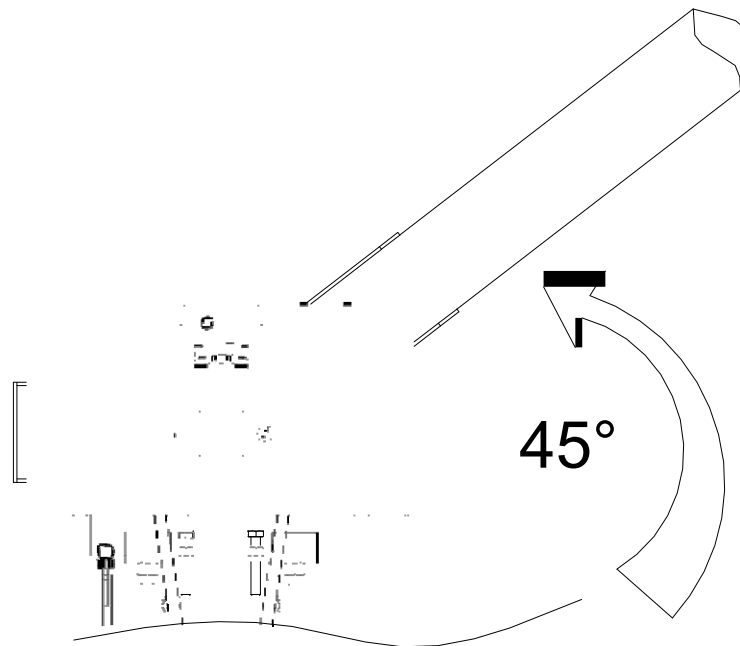

Fig. 10
- Echilibrați tija reglând tirantul filetat, tija trebuie să fie în echilibru în poziție de jumătate de cursă (45°) (Fig. 10).
- Verificați echilibrarea tijei (dacă este necesar echilibrați din nou tija reglând tirantul filetat (a se vedea Fig. 10).